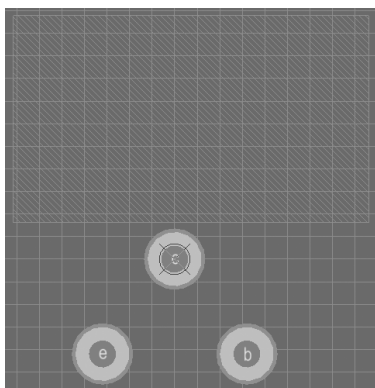

图 11-63 放置 3D 体
2) 单击“确定”按钮，鼠标变为十字形，同时附着模型符号，在编辑区单击放置，将放置模型，结果如图 11-63 所示。